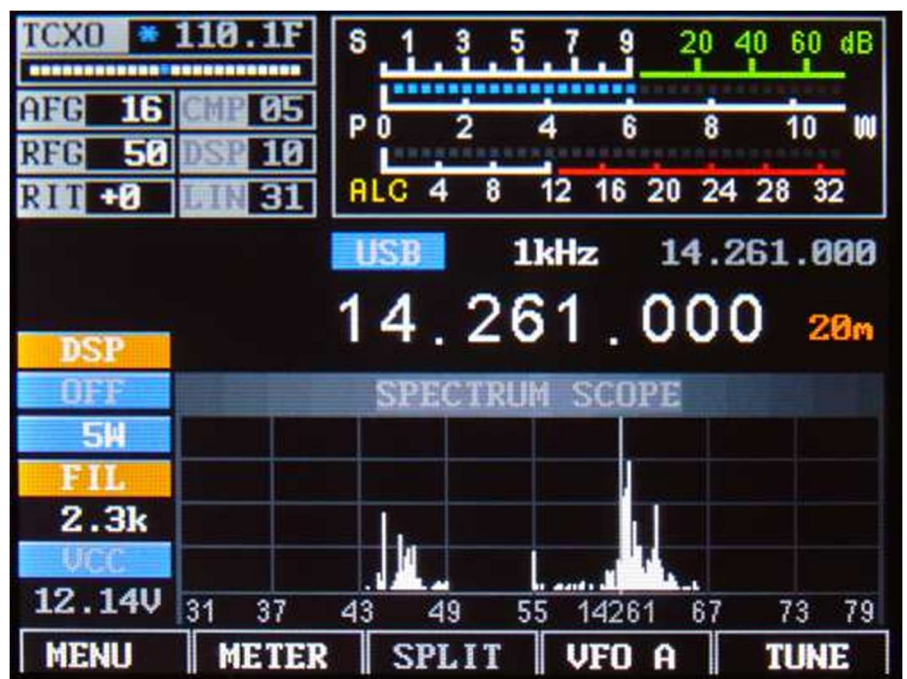
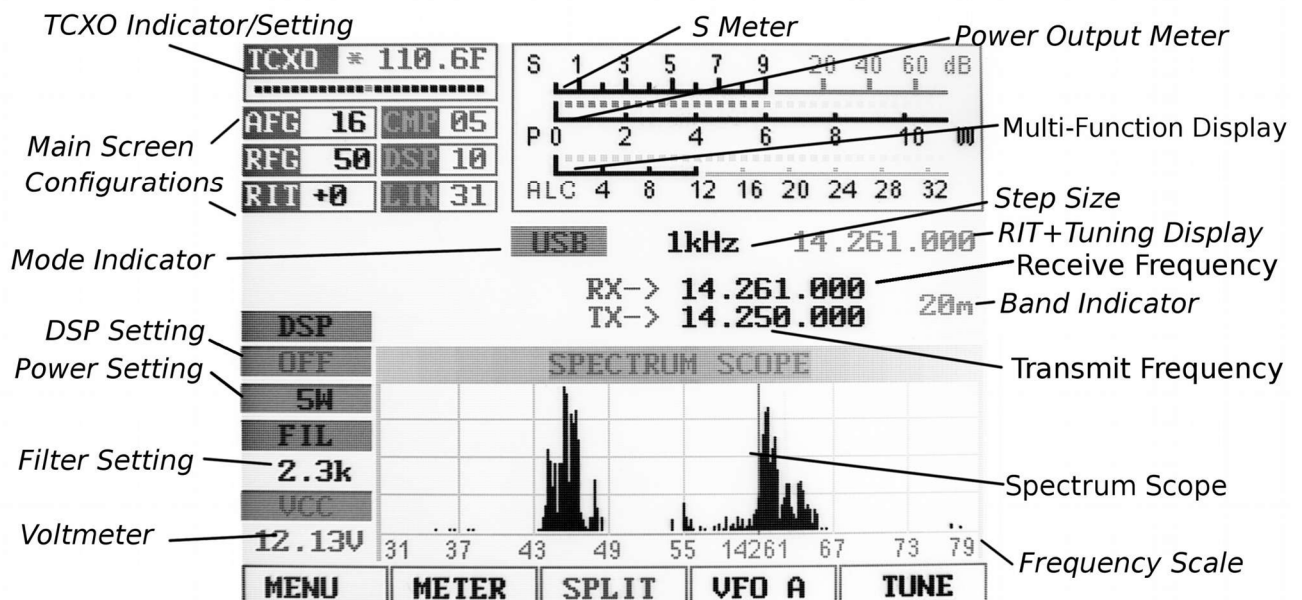

Fig.2 Hauptdisplay des Trx mcHF
Fig.3 Das Haupt-Schirmbild bei aktivierter Funktion SPLIT
- **Main Frequency Display:** Das kann sich darstellen entweder als ein Einzelfrequenz-Display (Senden/Empfangen wie in Fig.2) oder als ein „Split“-Display, siehe Fig.3, mit getrennten Sende- und Empfangs-Frequenzen. Falls die Zahlen am Display grau sind, ist die Frequenzverriegelung aktiv (wird durch gleichzeitiges Drücken und Halten der Knöpfe STEP- und STEP+ umgeschaltet, oder wird im Menü konfiguriert). Falls dieses Display gelb ist, hat man eine Transverter-Ablage konfiguriert.
- **Step Size Indicator:** Oberhalb der Mitte des Hauptfrequenzdisplays, zwischen dem Modusanzeiger und dem Frequenzdisplay „Sub“, befindet sich der Setzwert des gegenwärtigen Schrittgröße. In den Fig. 2 und 3 ist die Schrittgröße auf 1 kHz gesetzt. Optional kann ein „Marker“ aktiviert werden, der eine Linie unter die Ziffernstelle setzt, welche die gegenwärtig gewählte Schrittgröße anzeigt (siehe den Menüposten „Step Size Marker“).
- **TCXO Mode/Display:** In der oben linken Ecke des Kastens „TCXO“ wird angezeigt, ob der TCXO (temperaturkompensierter Quarzoszillator) aktiv ist oder nicht. Mittels des TCXO misst man die Temperatur des Synthesizers Si570 (U8 auf der HF-Platine); dieser muss thermisch mit dem Temperatursensor U10 mittels eines Stückes Kupfer oder Aluminium verbunden sein. Darauf wird eine Kompensation angewendet, um die Frequenz beizubehalten. Ist der TCXO aktiv, zeigt der Balkenanzeiger unter dem Temperaturdisplay weiße Punkte mit einem blauen Marker, was sich herumbewegt. Aber beim Setzen auf „Off“ (aus) geht der Balkenzeiger auf grau. Falls auf „Stop“ gesetzt, wird das Temperaturdisplay ersetzt durch „STOPPED“ (gestoppt). In den Fig. 2 und 3 ist der TCXO auf ON (ein) gesetzt und zeigt eine Temperatur von 112.5F an; jedoch kann das zum Anzeigen der Temperatur in Celsius gesetzt werden. Falls die Temperatur sehr niedrig ist (*unter 0° C oder 32°F*), werden Striche gezeigt, und die Temperaturkompensation wird außergang gesetzt, bis der temperaturgekoppelte Synthesizer/Sensor diese Minimumschwelle überschreitet.
- **S-Meter:** Dieses S-Meter ist gemäß Nennwert so kalibriert, dass S-9 gleich 50  $\mu$ V auf eine 50  $\Omega$ -Last ist, wobei jede S-Stufe für 6 dB steht. Praktisch gesprochen, reicht der nutzbare Bereich des S-Meters von etwa S-3 bis etwas mehr als „40 drüber“, falls Du „über die Zahlen rennst“, womit man den Dynamikbereich des Rx sieht! Die untere Hälfte des Rasters am S-Meter („S0-S9“) ist normalerweise weiß. Falls aber der A/D-Umsetzer des Rx in einen Überlade-Zustand gerät, wird sie rot. Auf Bändern mit starken Signalen ist es hierbei normal, dass momentan in rot geblinkt wird, wenn die interne Verstärkungsregelung sich einjustiert. In den Fig. 2 und 3 zeigt das S-Meter einen Signalpegel von S-9 an.
- **FIL:** Darunter ist die gegenwärtige Einstellung der Filterbandbreite, die mit dem Knopf G4 wählbar ist. In den Fig. 2 und 3 wird die Bandbreite auf 2,3 kHz eingestellt gezeigt.
- **Power Output Setting:** Direkt oberhalb des Symbols FIL ist der gegenwärtig ausgewählte Setzwert der Ausgangsleistung, ist mit dem Knopf G3 wählbar. In den Fig. 2 und 3 ist die Leistung gesetzt auf 5 Watt gezeigt.
Unterhalb der Frequenzanzeige, wie in Fig.2 und 3 gezeigt, ist ein Spektrumdisplay, das Signale zeigt, die sich an jedweder Seite der gegenwärtig eingestellten Frequenz befinden. Unten entlang auf dem Spektrumdisplay ist eine Frequenzskala, welche die Frequenzskalierung der auf nahesten kHz abgerundeten Raster zeigt.